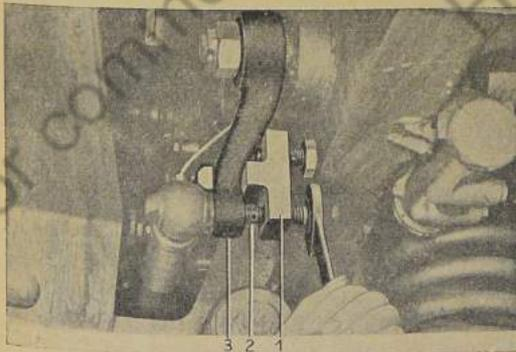

Bild 534: Kugelzapfen aus Lenkstockhebel herausdrücken
3. Beide Kugelzapfen mit Abdrücker Nr. 1505 herausdrücken (Bild 534). Lenkstange abnehmen